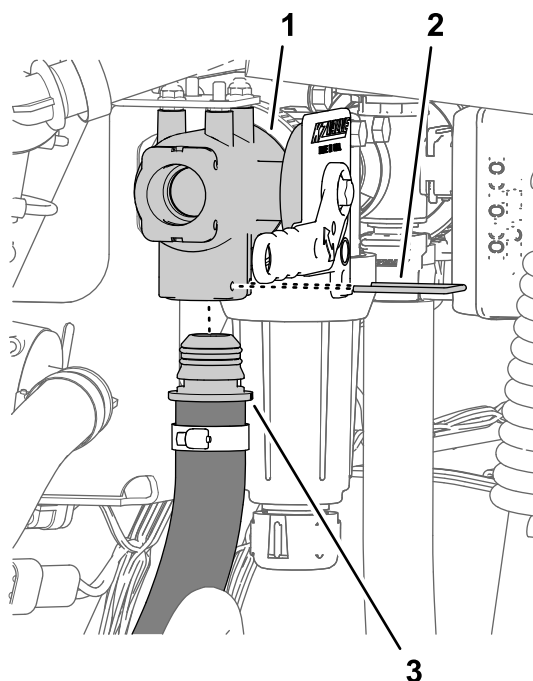

Рисунок 11
3. Совместите прямой штуцер типа «елочка» напорного шланга в сборе с нижним отверстием клапана эдуктора и вставьте прямой штуцер до его полной посадки (Рисунок 11).